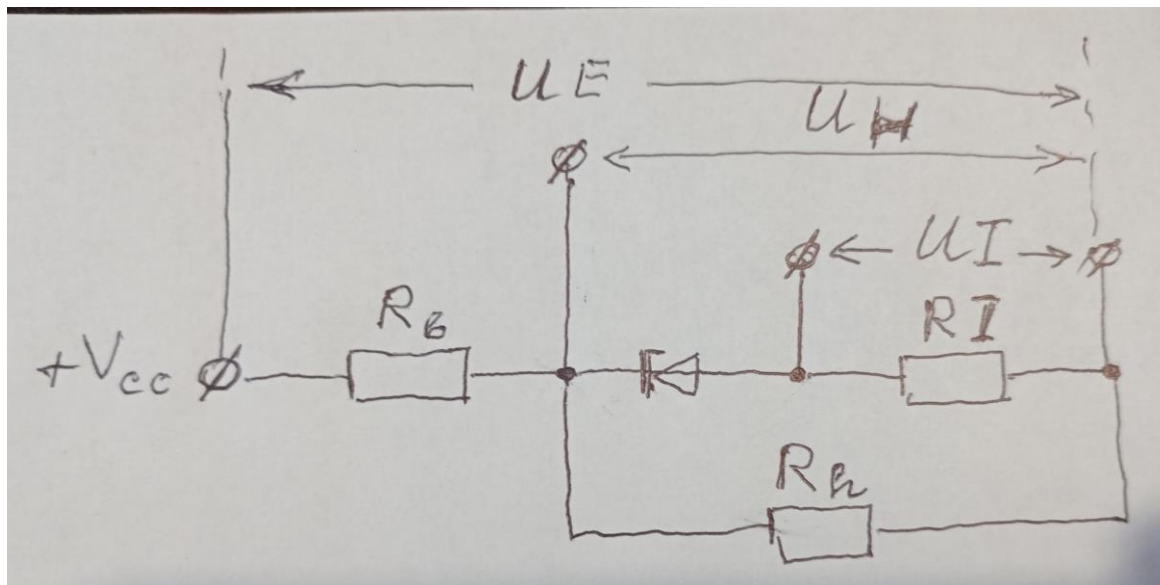

Рисунок 3.2 – Макетна схема досліджень стабілітронів
1. Зібрати на стенді схему вимірювань (рис.3.2). Досліджуване електронне коло підключити до джерела регульованої напруги. Звернути увагу на те, що стабілітрон у коло включається у зворотному напрямку до полярності джерела живлення. У якості баластного резистора взяти